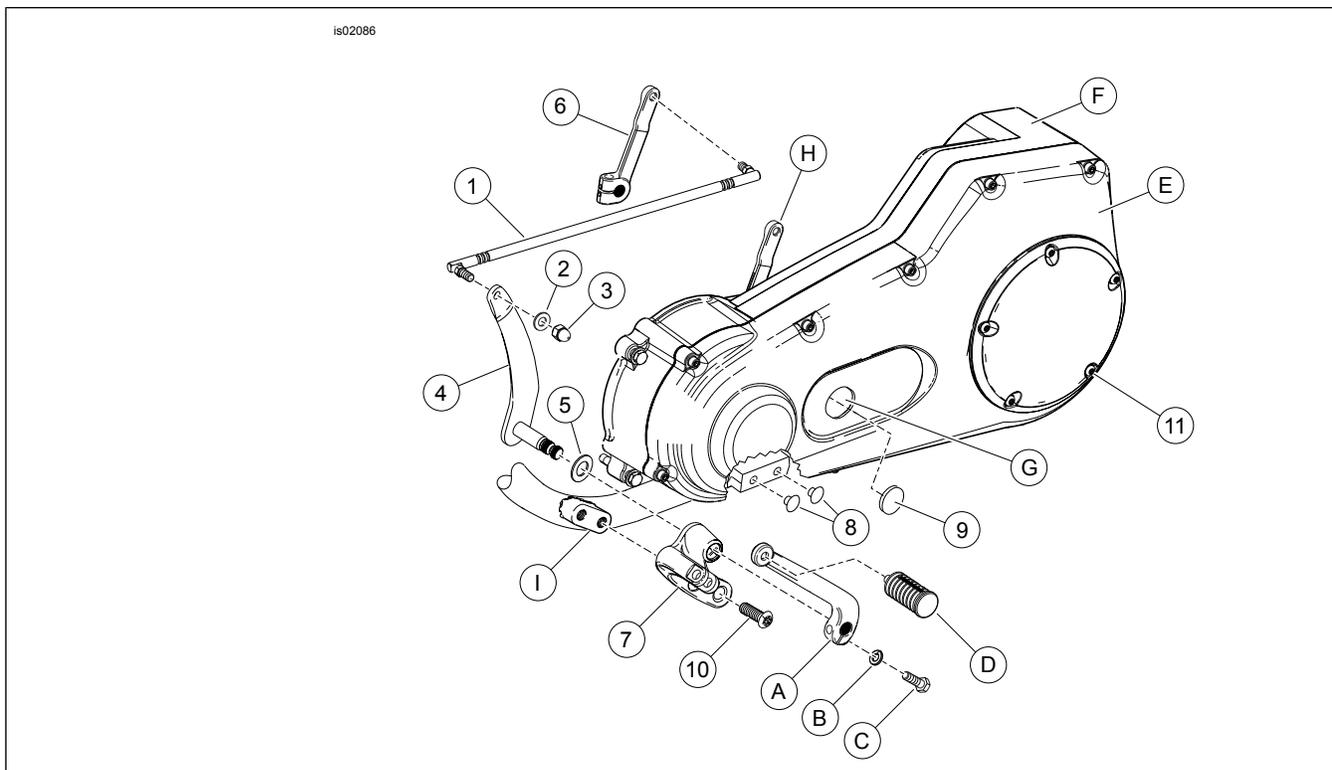
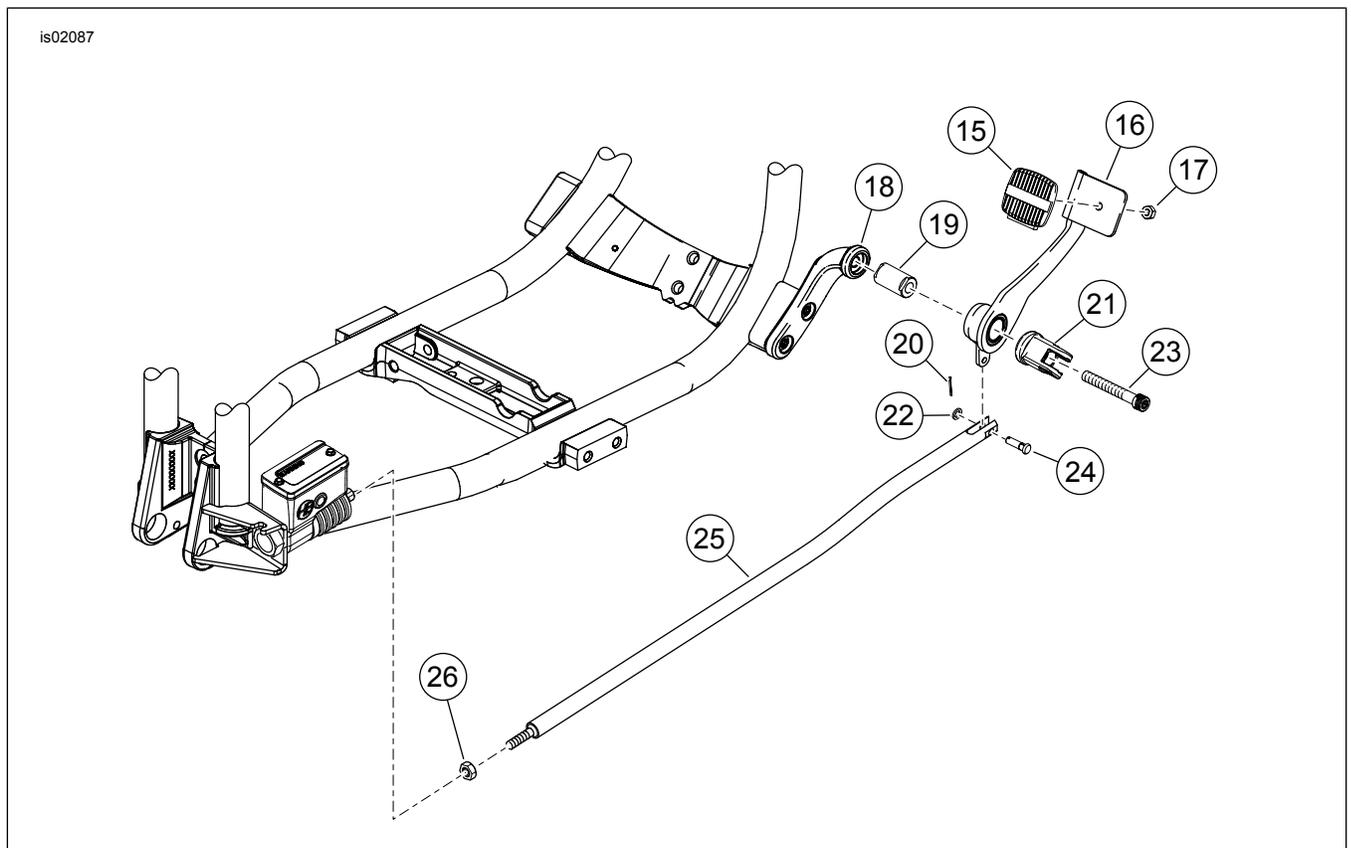

Abbildung 4. Ersatzteile: Dyna, vorderer Fußbedienungsatz
Abbildung 5. Ersatzteile: Dyna, vorderer Fußbedienungsatz
Siehe Abbildung 4 und Abbildung 5. Die Befestigungshalterungen und die Gabel (7, 18 und 21) können auch einzeln gekauft werden, um den Standard-FXDWG auf diesen Chrom-Satz aufzurüsten.
Siehe Abbildung 4, Tabelle 1, Abbildung 5 und Tabelle 2.
2. Siehe Abbildung 4. Linke Fahrerfußrasten-Baugruppe ausbauen. Die Fußraste und Befestigungsteile für den späteren Einbau aufheben. Die restlichen Befestigungsteile entsorgen.
3. Die Stopfen (8) aus dem Satz in die Schraubenlöcher des Rahmens drücken, wo die Original-Fußrastenbaugruppe befestigt war.
4. Die Stopfen aus der Rahmenbefestigung der vorderen Fußbedienungs-elemente (I) entfernen und entsorgen.
5. Den Schalthebel (A) und den linken Schaltstangenzapfen (D) entfernen. Zur späteren Wiederverwendung aufbewahren.
8. Siehe Abbildung 4. Eine Federscheibe (5) an der Schalthebelwelle (4) anbringen. Die Welle mit Loctite[®] Anti-Seize Lubricant (Schmiermittel) schmieren und die Welle in die Schalthebelhalterung (7) schieben. Die Schalthebelhalterung mit Torx[®]-Schrauben (10) auf den Rahmenbefestigungslöchern anbringen. Die Schrauben auf ein Drehmoment von 41–47 N·m (30–35 ft-lbs) anziehen.
10. Die **neue** Schaltstange (1) auf dem Getriebeschalthebel (6) und dem Schalthebel (4) anbringen. Auf ein Drehmoment von 8–10 N·m (70–90 **in-lbs**) anziehen.
2. Siehe Abbildung 5. Die Gegenmutter (26) der Bremsstange am hinteren Hauptbremszylinder lösen.